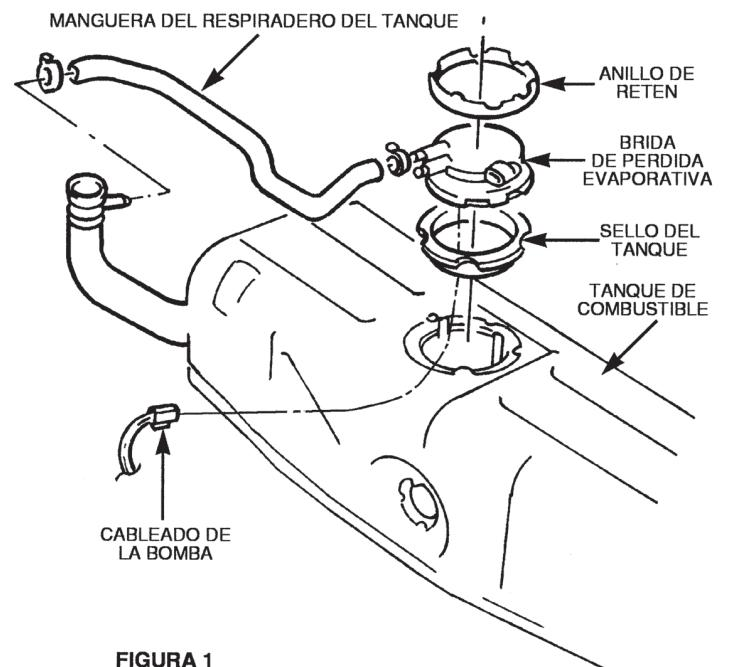

FIGURA 1
A) Retire el anillo de cierre de la brida de pérdida evaporativa, (véase la Figura 1).